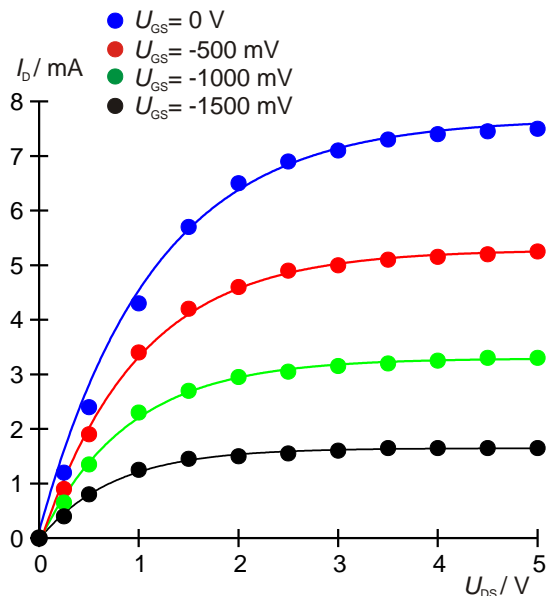

Fig. 5: Líneas características del transistor de efecto de campo para diferentes tensiones de Gate.
- Los valores de medida para las diferentes tensiones de Gate se representan en un diagrama $I_D - U_{DS}$ (Fig. 5).